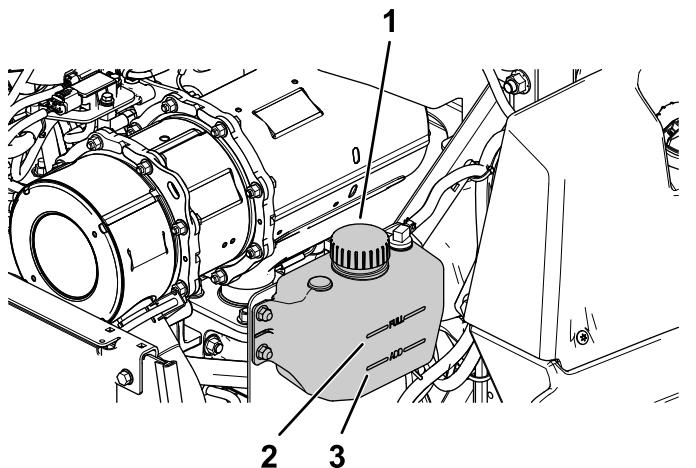

Figura 57
4. Verifique o nível de líquido de arrefecimento do depósito secundário (Figura 57).
- 5. Se o nível do líquido de arrefecimento do motor estiver baixo, retire o tampão do depósito de expansão e adicione o líquido de arrefecimento especificado (Figura 57).